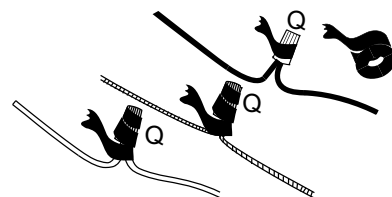

Fig. 2
2. Una los conectores para cable (Q) a los cables con cinta aislante. [Fig. 2]